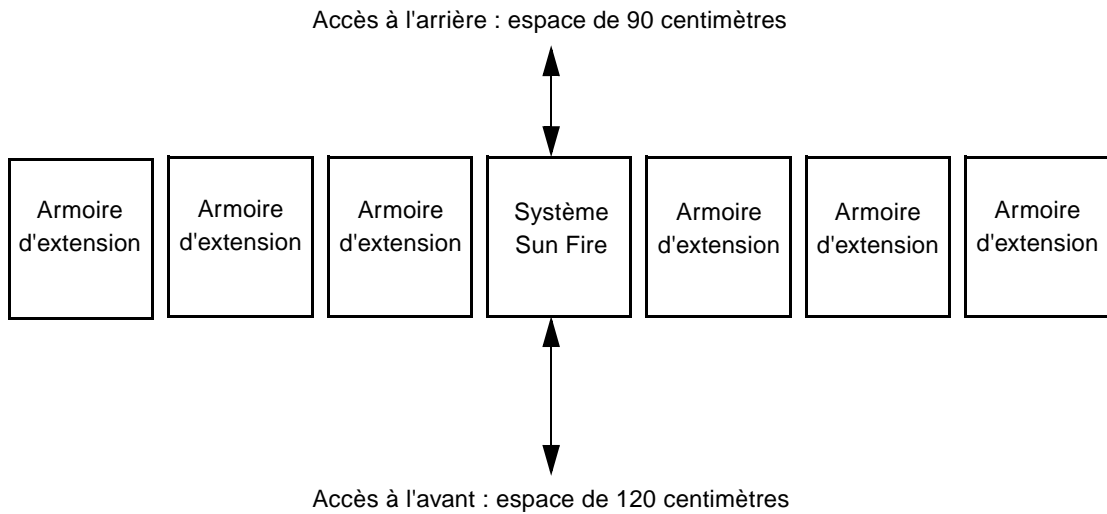

FIGURE 1-1 Zones d'accès au système Sun Fire (vue de dessus)
- Afin que le personnel de maintenance puisse accéder aux systèmes Sun Fire E4900, laissez des espaces de dégagement de 120 cm à l'avant et 90 cm à l'arrière (FIGURE 1-1).